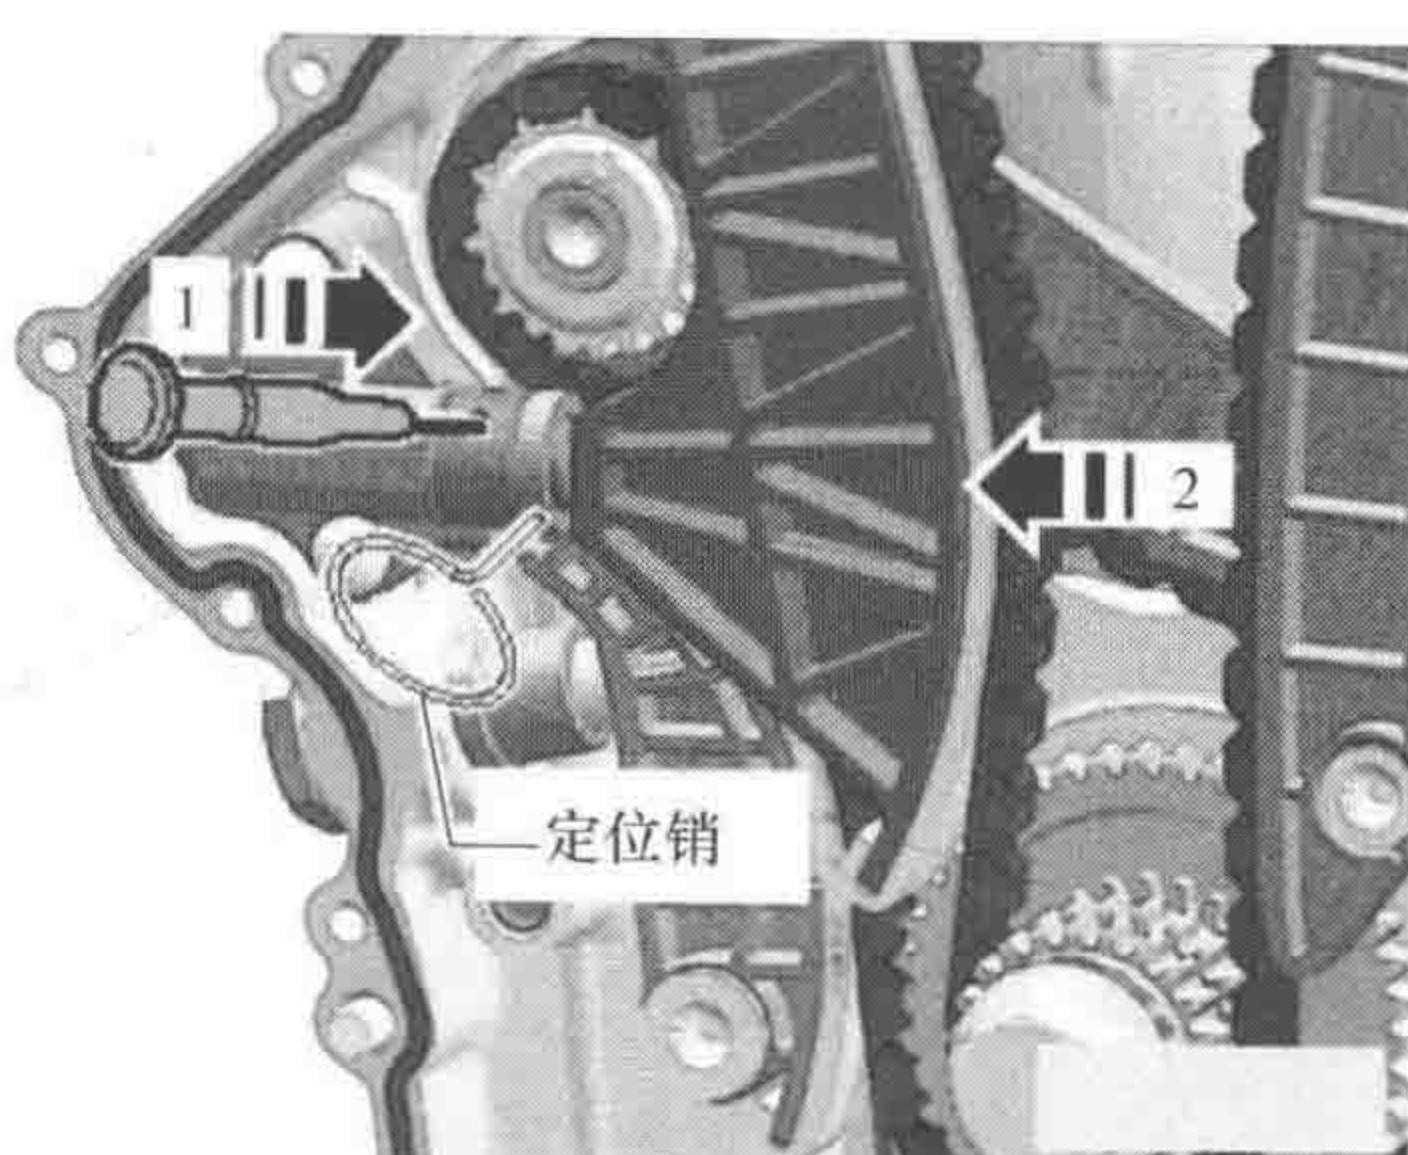

图 1-1-6
(7) 沿图 1-1-6 所示箭头方向用划线针或合适的螺钉旋具 1 插入链条张紧器的孔中, 以抬高正时链链条张紧器的锁定杆。沿箭头方向 2 压入正时链张紧轨并用定位销固定住。
(14) 拆除图 1-1-6 所示的张紧器定位销。
(15) 再次拧紧轴承盖的安装螺栓。
(16) 安装凸轮轴控制阀。
(17) 其余的组装工作 (如机油泵驱动链条的安装) 以与拆卸相反的顺序进行。